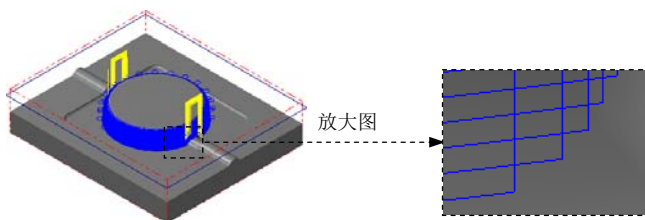

图 12.24 刀具路径
(1) 完成上步操作后，在“曲面精加工等高外形”对话框的 选项卡的列表框中显示出 Step4 所选择的刀具，双击该刀具，系统弹出“定义刀具-机床群组-1”对话框。
(2) 设置刀具号码。在“定义刀具-机床群组-1”对话框的 文本框中，将原有的数值改为 4。
(3) 设置刀具的加工参数。单击“定义刀具-机床群组-1”对话框中的 选项卡，在 文本框中输入值 200.0，在 文本框中输入值 100.0，在 文本框中输入值 500.0，在 文本框中输入值 3200.0。
(4) 设置冷却方式。在 选项卡中单击 按钮，系统弹出“Coolant...”对话框，在 下拉列表中选择 选项。单击该对话框中的 按钮，关闭“Coolant...”对话框。
Step9. 单击“曲面精加工等高外形”对话框中的  按钮，完成加工参数的设置，此时系统将自动生成图 12.24 所示的刀具路径。